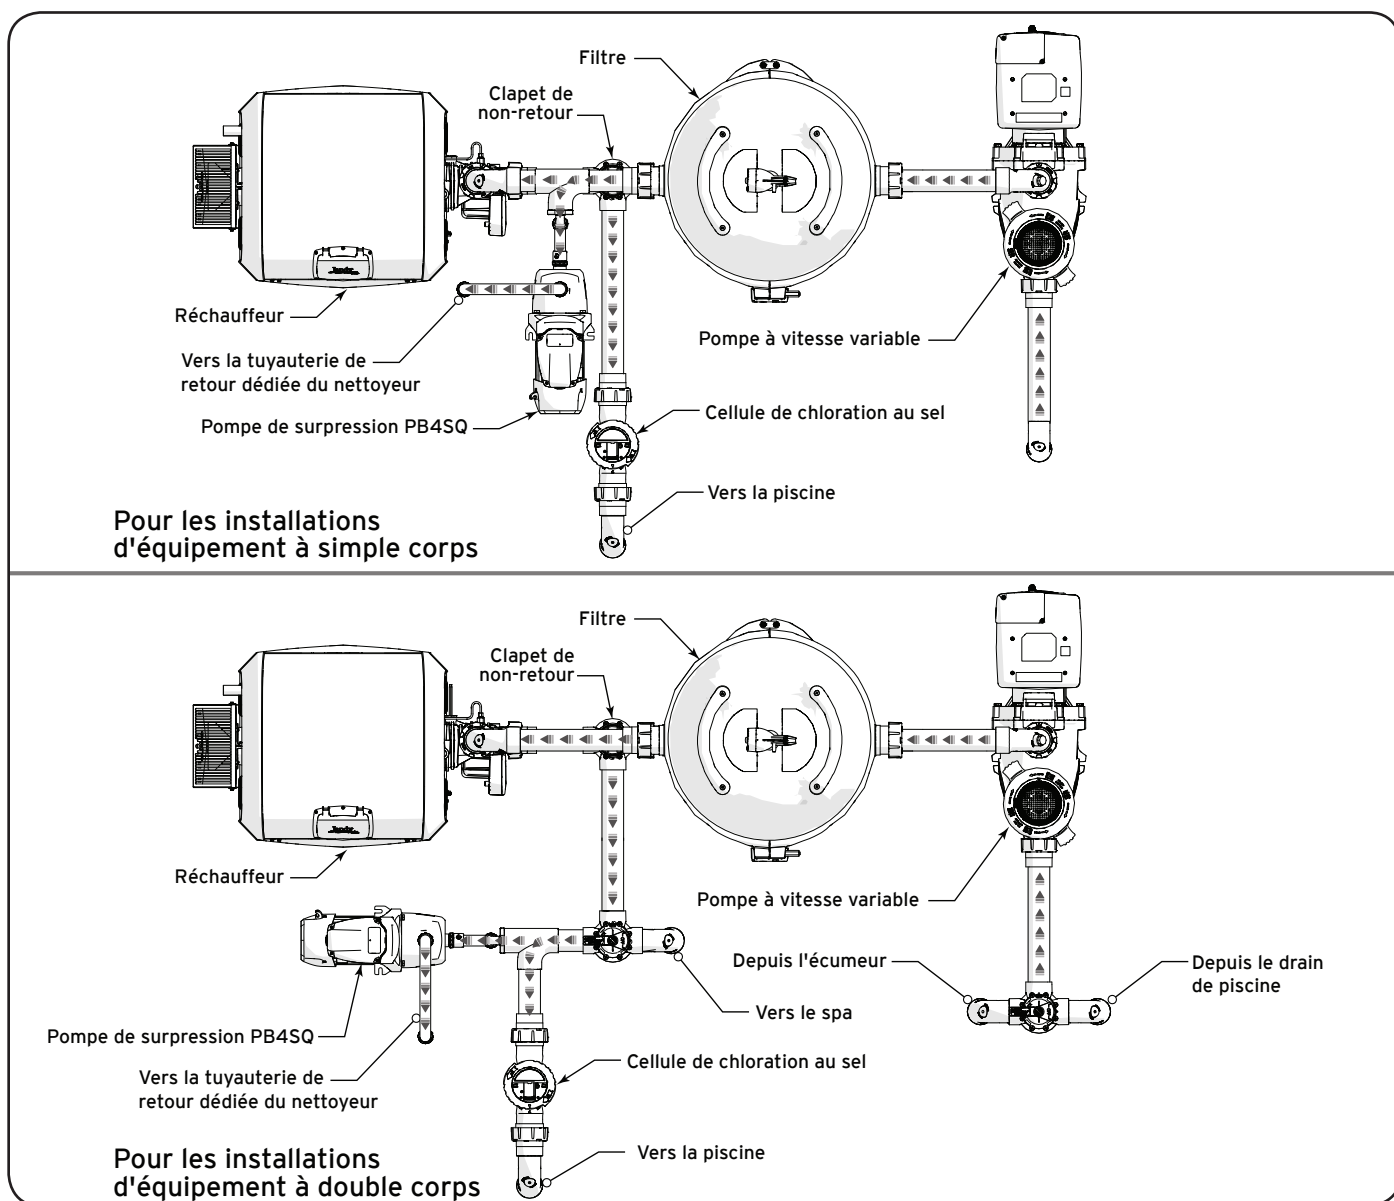

Figure 2. Disposition d'équipement typique
- La pompe doit recevoir un débit régulier de la pompe à filtre. La PB4SQ n'est pas une pompe auto-amorçante. Voir Figure 2.